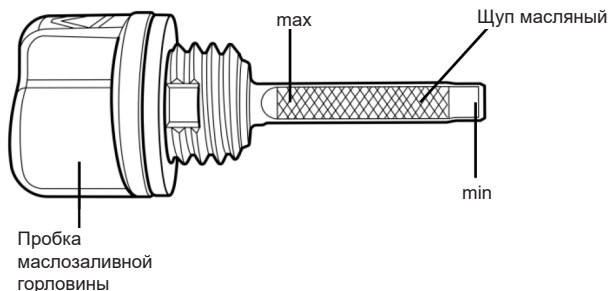

Рис. 10
3. Извлеките щуп и проверьте уровень масла. Он должен находиться между отметками «max» и «min» на контрольном щупе (Рис. 10). В случае необходимости долейте свежее моторное масло.